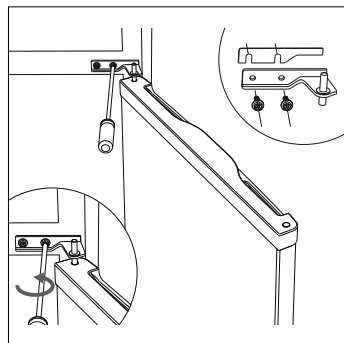

Fig. 7
- ▶ Rimuovere la cerniera centrale (12) svitando le viti di sostegno (vedere la **fig. 7**).